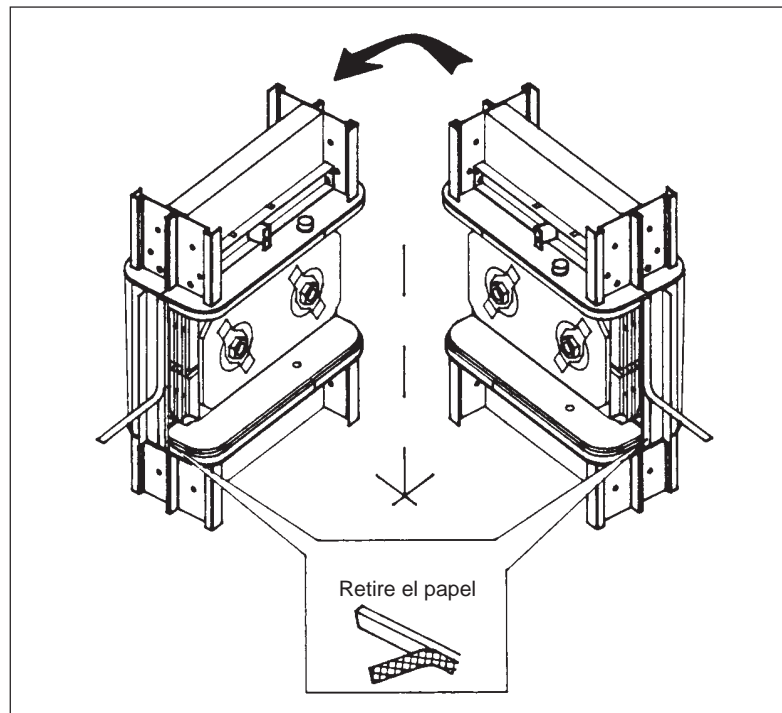

Figura 26
- Deje expuesta las tiras selladoras en las cubiertas (figura 26). Las tiras selladoras se encuentra a ras con los bordes exteriores de la cubierta de las uniones.